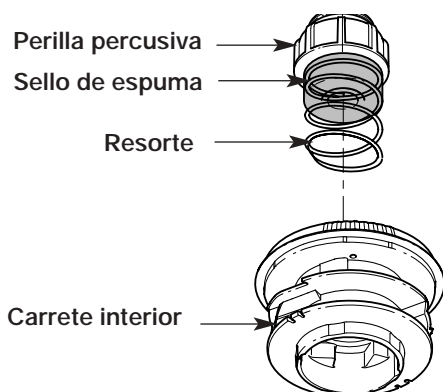

Fig. 52
1. Saque la perilla percusiva, el resorte y el sello de espuma girando la perilla percusiva en sentido antihorario (Fig. 52).
4. Sostenga el carrete interior en su lugar e instale la botón de tope, el resorte y el sello de espuma presionando y girando la botón de tope en sentido horario. Tome los extremos y tire con firmeza para soltar la línea de las ranuras de fijación en el carrete interior (Fig. 52).
2. Saque la botón de tope, el resorte y el sello de espuma (Fig. 52).
7. Coloque la botón de tope, el resorte y el sello de espuma en la bobina exterior (Fig. 52).